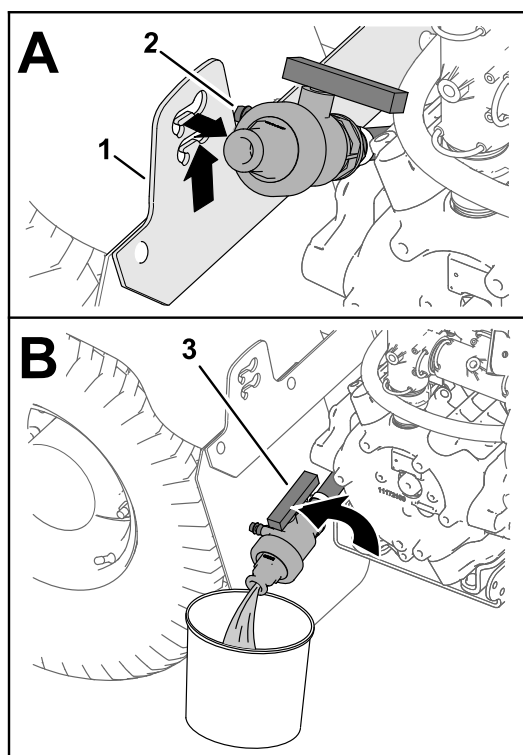

Figura 41
3. Levante la válvula hasta que los espárragos de montaje de la válvula salgan de las ranuras del soporte de la válvula de vaciado, y mueva la válvula hacia atrás (Figura 41, A).
4. Alinee el extremo de la válvula con el recipiente de vaciado y gire la palanca de la válvula a la posición de abierto (Figura 41, B).
5. Cuando el depósito se haya vaciado por completo, gire la maneta de la válvula de vaciado a la posición de cerrado y monte la válvula en el soporte de la válvula de vaciado (Figura 41, B y Figura 41, A).